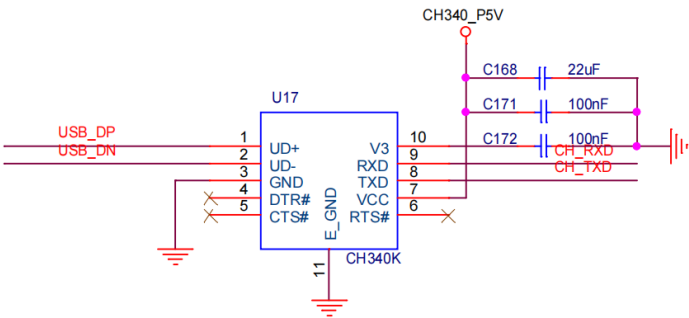

图 2-11 DEBUG 接口原理图
(1) 供电口： 提供稳定的 12V 电源输入，确保整个系统的正常运行。
(2) DEBUG 接口：用于系统调试和程序下载，本实验书主要通过该串口查看系统运行信息及调试程序，其原理图如图 2-11 所示：